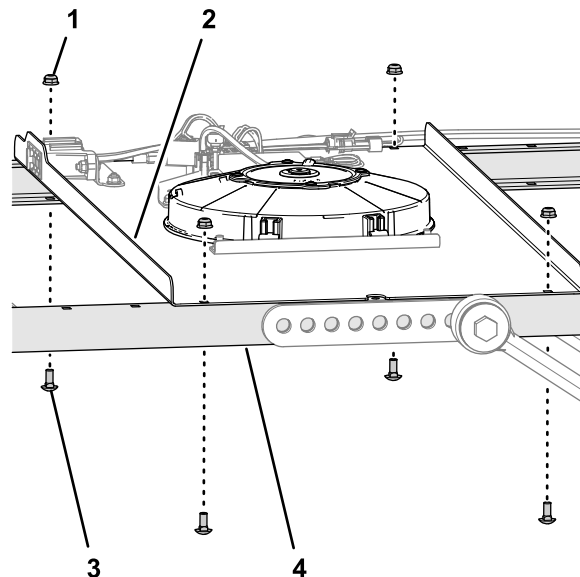

図 12
- B. スイッチパネルを左右のフレームチャンネルに固定しているキャリッジボルト $\frac{1}{4}$ x $\frac{5}{8}$ " 4本とフランジロックナット $\frac{1}{4}$ "4個を外す 図 12。
- D. スイッチパネルをサイドフレームのチャンネルに取り付ける 図 12ステップ 3で外したボルトとロックナットを使うB。